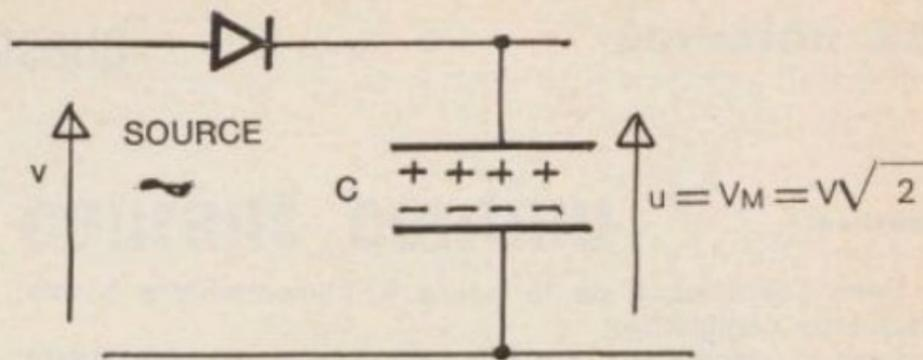

Fig. 14
— Lorsque l'on applique au système de la figure 14 une tension sinusoïdale de la forme  $v = V \sqrt{2} \sin \omega t$ ,  $V$  étant
3) Expérience de la figure 14.